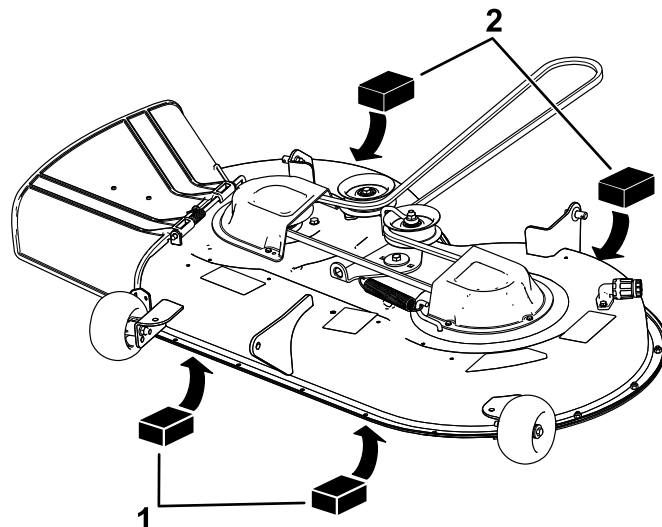

Figura 70
4. Amplasați 2 blocuri, fiecare având o grosime de 6,6 cm, sub fiecare parte a marginii frontale a punii, dar nu sub suporturile rolei anti-scalp (Figura 70).
5. Amplasați 2 blocuri, fiecare având o grosime de 7,3 cm, sub marginea din spate a punii de tăiere, câte unul pe fiecare parte a punii de tăiere (Figura 70).